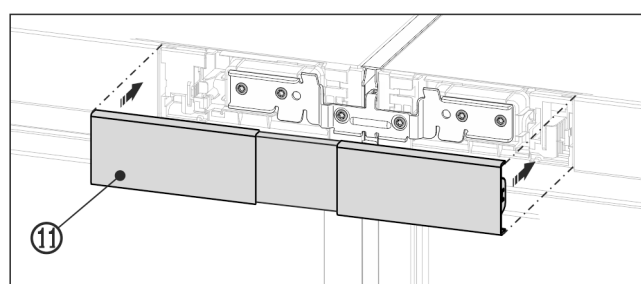

Fig. 23 例图
- 将上盖板 Fig. 23 (11) 卡紧在两块操作板中间空位处。注意，盖板外侧必须与操作板平整连接。